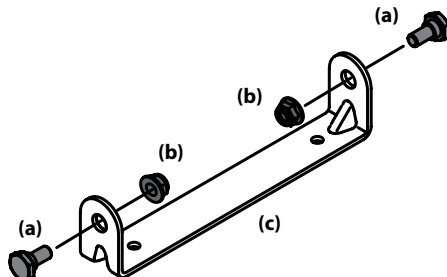

Figura 2-5
- Extraiga los pernos con reborde (a) y las tuercas de seguridad (b) del soporte de montaje del asiento (c) incluido en el paquete de herrajes. Consulte la Figura 2-5.